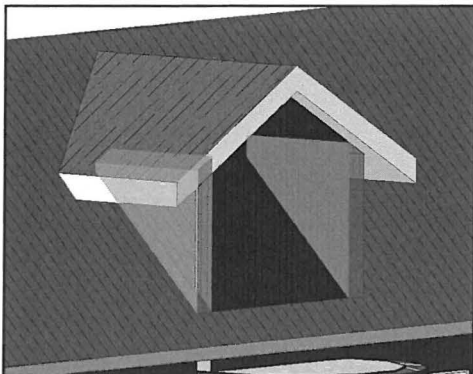

Fig. 09.134. 3D View af kvisten.
- Klik nu på det store tag og væggene ser nu ud som på Fig. 09.134.